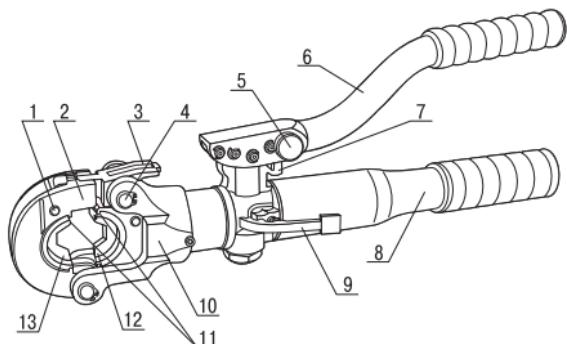

Рисунок 1
3.3 Нажмите на кнопку 4 (смотри рисунок 1) и установите полуформу 12 матрицы по направляющим 11 в головку 10 пресса (номер матрицы должен быть равен номеру наконечника).